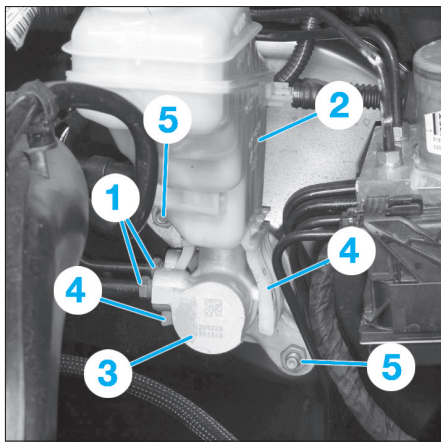

Fig. 19
- Déposer les raccords de canalisation (1) de frein du maître-cylindre (Fig.19).